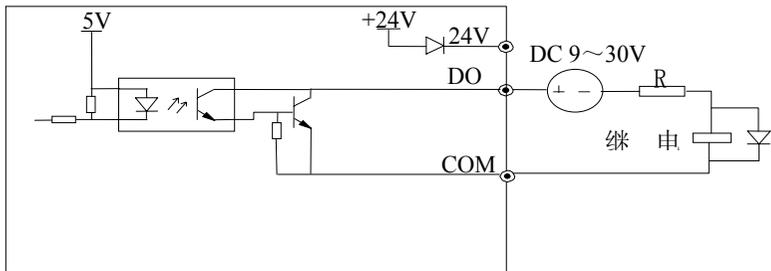

图 2-27 多功能输出端子开关量输出接线方式2
2) 多功能输出端子DO作为开关量输出时也可使用外部电源, 9~30V, 接线方式请参见图2-27。